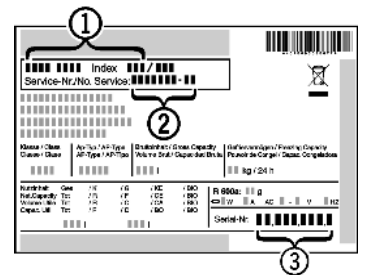

Fig. 10
- ▶ Lugege tüübisildilt maha seadme nimetus *Fig. 10 (1)*, teenindusnr *Fig. 10 (2)* ja seerianr *Fig. 10 (3)*. Tüübisildil asub seadme vasakul siseseinal.
- ▶ Teavitage klienditeenindust ja edastage viga, seadme nimetus *Fig. 10 (1)*, teenindusnr *Fig. 10 (2)* ja seerianr *Fig. 10 (3)*.